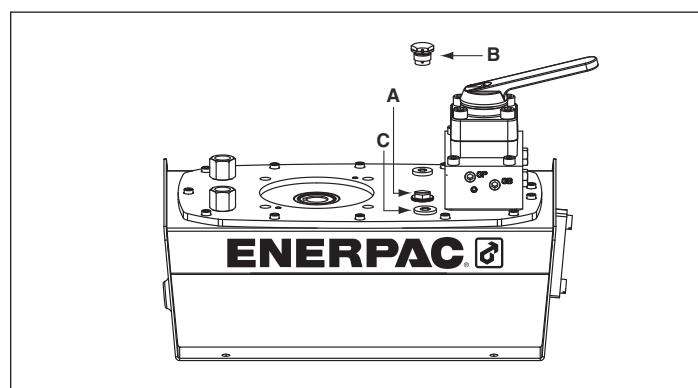

Figura 2, instalación de conducto de aireación ZG
4.1 Tapón del conducto de aireación del depósito (véase Figura 2)
Verifique el nivel de aceite de la bomba antes de encender, y en caso de ser necesario, agregar aceite removiendo el tapón del puerto de llenado. Asegurarse siempre de que los cilindros se encuentran completamente retraídos antes de agregar fluido al depósito. Véase Figura 2.